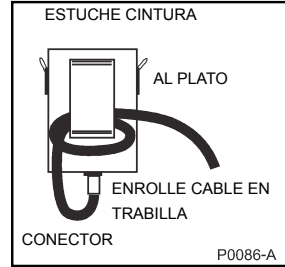

Figura 8 - Caja de control en la cintura
- f) El cable que queda suelto lo puede enrollar al soporte del cinturón antes de conectarlo a la caja de control (Figura 8).